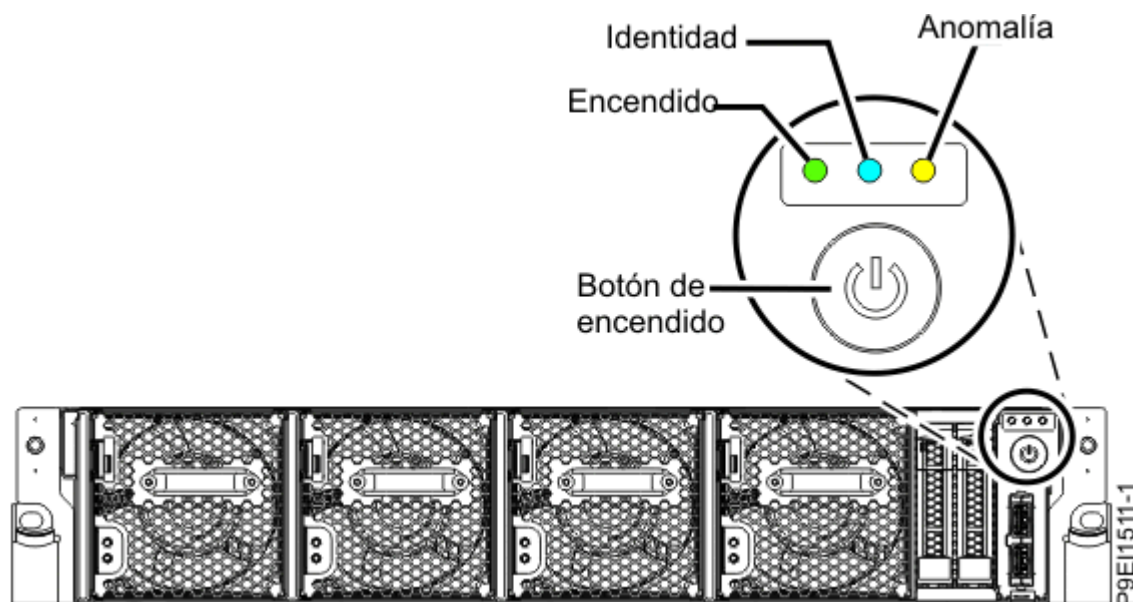

Figura 39. Botón de encendido
- El LED de encendido parpadea, tal como se muestra en la Figura 39 en la página 80. Una luz intermitente indica alimentación en espera para la unidad.
3. Presione el botón de encendido que se muestra en la Figura 39 en la página 80.